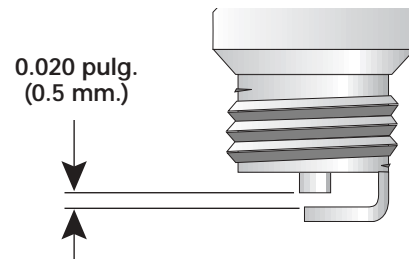

Fig. 28
3. Fije la separación de aire a 0.020 pulgadas (0.5 mm.) utilizando un calibrador (Fig. 28).